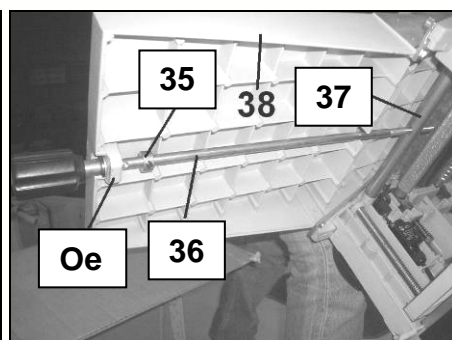

Fig 29
- Passez la tige de réglage (36) dans l'œillet (Oe) sous la table d'entrée (38) (Fig 29).
- Insérez la bague de maintien (35), puis vissez la tige de réglage (36) dans la barre transversale (37) (Fig 29).